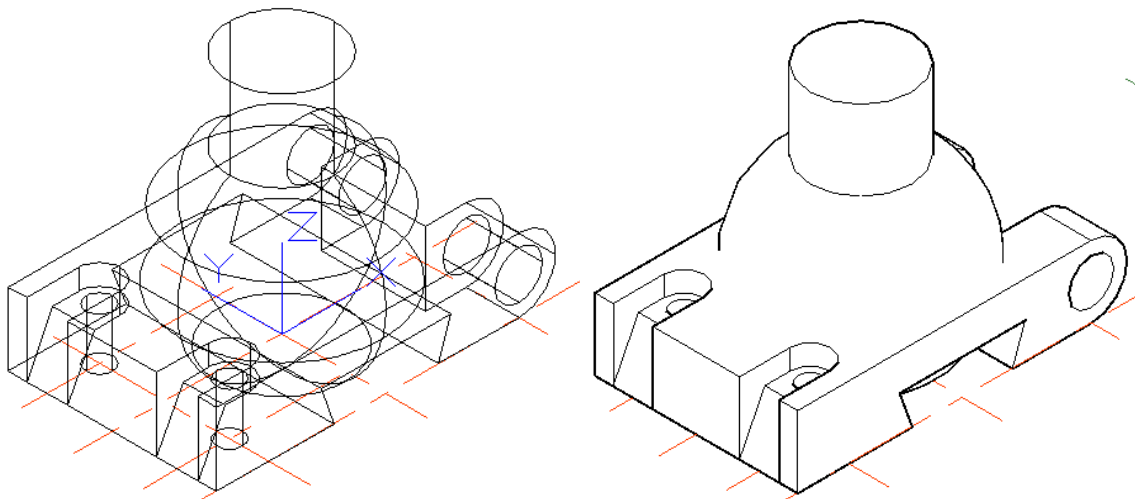

Рис. 4.11. Создание сферы и цилиндра
20. Постройте сферическую часть детали (рис. 4.11).
21. Постройте цилиндрическую часть детали (рис. 4.11).